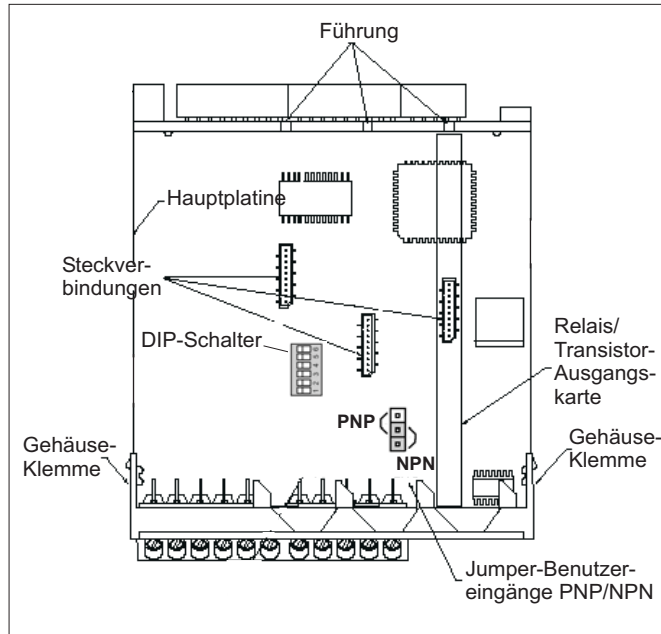

Bild 10.1: Ausgangskarten
Die Ausgangskarte hat eine feste Einbauposition. Die Einbauposition der Karte ist aus Bild 10.1 ersichtlich.
2. Stecken Sie die Ausgangskarte auf den entsprechenden Steckplatz (siehe Bild 10.1).